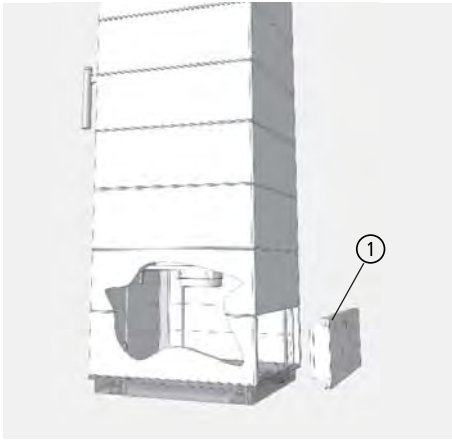

Fig. 9.2 Plaque signalétique de l'appareil, marquage CE sur le panneau arrière
La plaque signalétique/le marquage CE ① du CORNA se trouve sur la face intérieure du panneau inférieur situé au dos de l'appareil (voir Fig. 9.2 à la page 90).